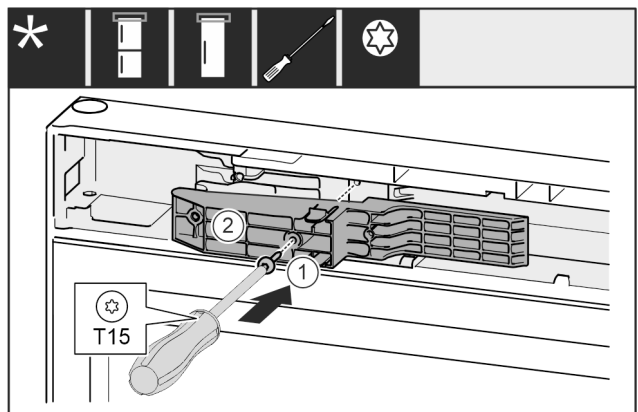

Fig. 59 *
- ▶ Helyezze be az illesztődarabot Fig. 59 (1) a mélyedésbe a fogantyú felőli oldalon.*
- ▶ Húzza meg a csavart Fig. 59 (2) csavarhúzóval.*